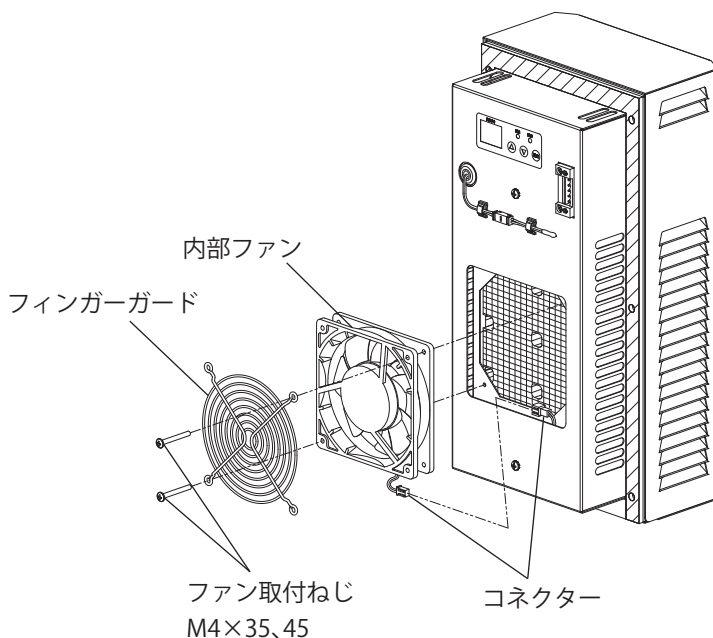

図7 内部ファン交換方法
1. フィンガーガード、ファン取付ねじ M4×35、45 を外してください。(図7)